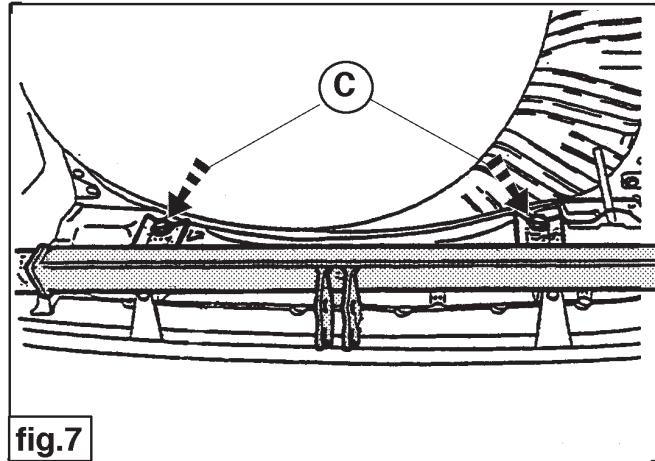

fig.7
3. Come indicato nella fig. 7, montare la traversa del gancio di traino all'interno del pannello posteriore, fissando all'altezza dei punti C due dadi M12x35 con riparelle e rondelle di sicurezza.